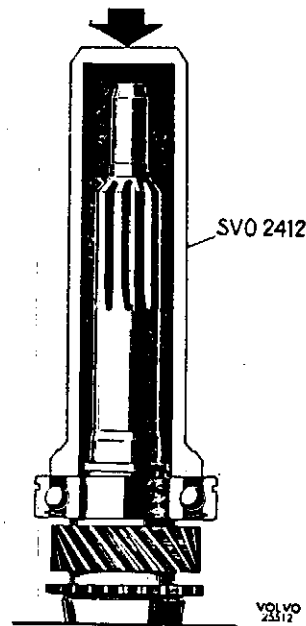

Abb. 37 Einbau des Kugellagers der Antriebswelle
4. Lager mit Hilfe des Dornes SVO 2412 auf die Antriebswelle aufpressen, siehe Abb. 37. Es ist ein Sicherungsring von geeigneter Dicke zu wählen und zu montieren.